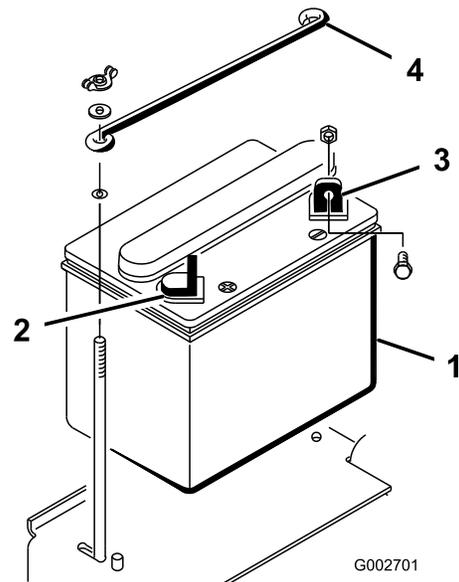

図 4
1. マイナス端子を車体後方に向けてバッテリーを車体に載せる (図 4)。